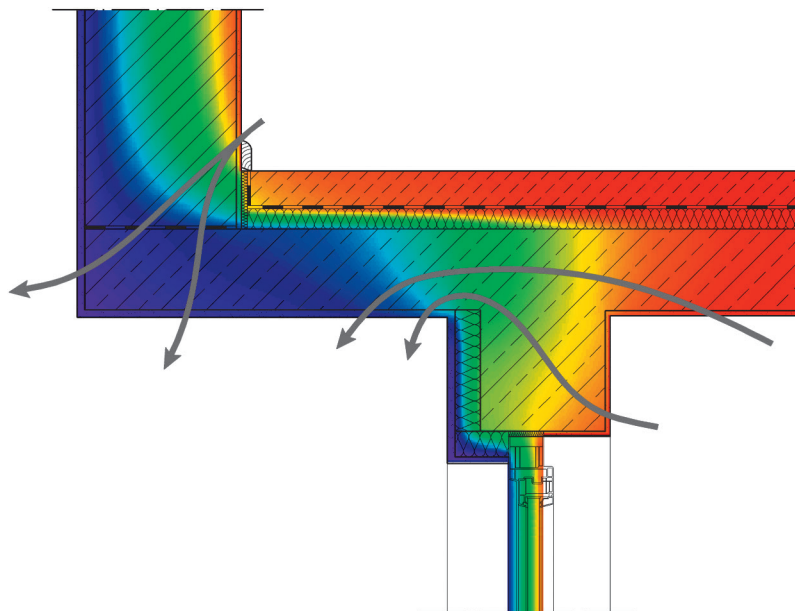

Bild 6: Auskragender Erker
- im Bereich auskragender Erker oberhalb eines Fensters (Bild 6)
Einen weiteren Sonderfall stellen sog. dreidimensionale Wärmebrücken dar. Diese entstehen, wenn zwei linienförmige Wärmebrücken aufeinandertreffen, wie das z.B. im Schnittpunkt zweier Außenwände im Bereich einer Deckenplatte der Fall ist (Punkt C in Bild 6). Bedeutet die zweidimensionale Wärmebrücke schon eine thermische Schwächung, so verstärkt sich am Schnittpunkt die Schwächung zusätzlich.